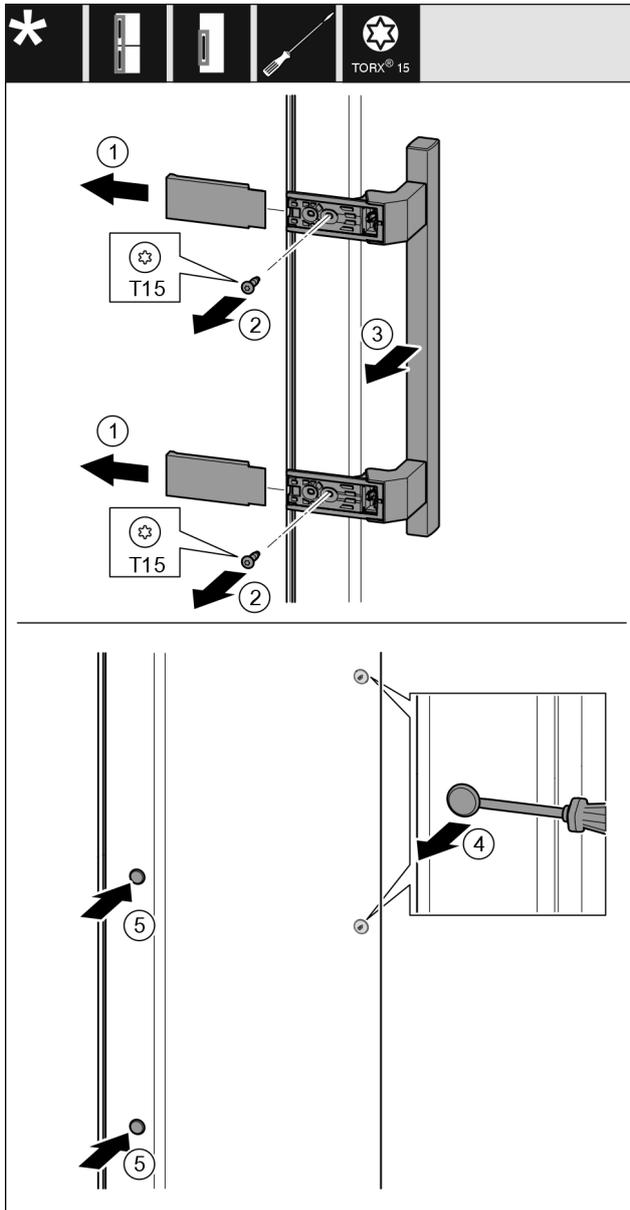

Fig. 22
- ▶ Retirer le cache Fig. 22 (1).
- ▶ Retirer les vis Fig. 22 (2) avec un tournevis.
- ▶ Retirer la poignée Fig. 22 (3).
- ▶ Soulever et retirer avec précaution le cache latéral Fig. 22 (4) avec un tournevis plat.
- ▶ Replacer le cache Fig. 22 (5) de l'autre côté.